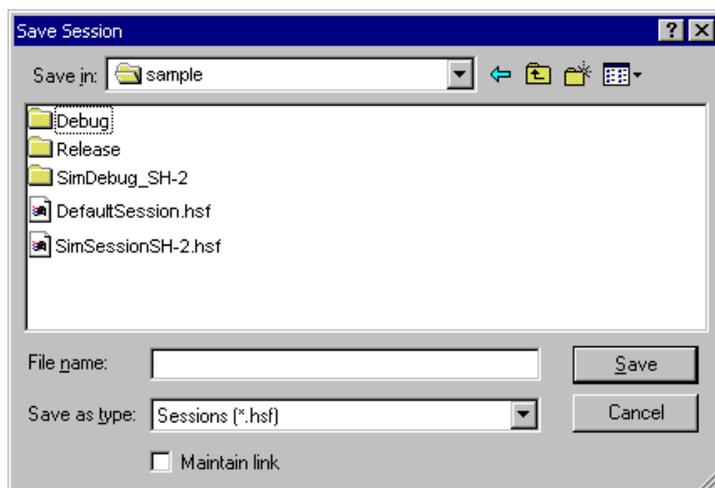

图 4.31 [Save Session] 对话框
3. 请单击[Save as...] (另存为)按钮, 显示[Save Session]对话框 (图4.31)。